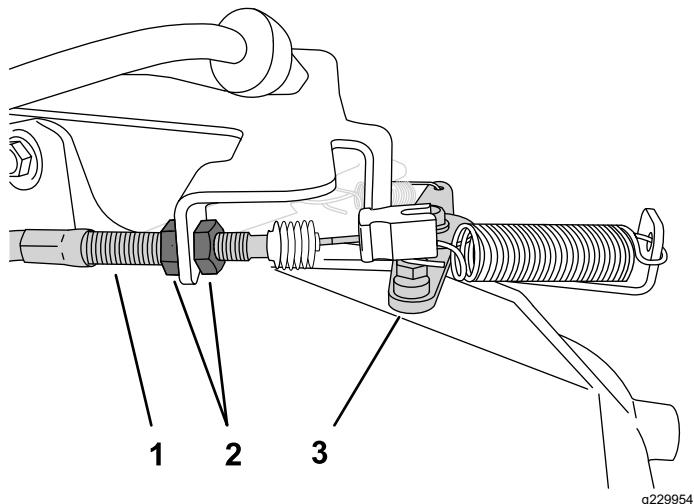

Figura 44
- En la carcasa del cable del acelerador, afloje la contratuerca delantera y apriete la contratuerca trasera para aumentar el ralentí bajo (Figura 44).